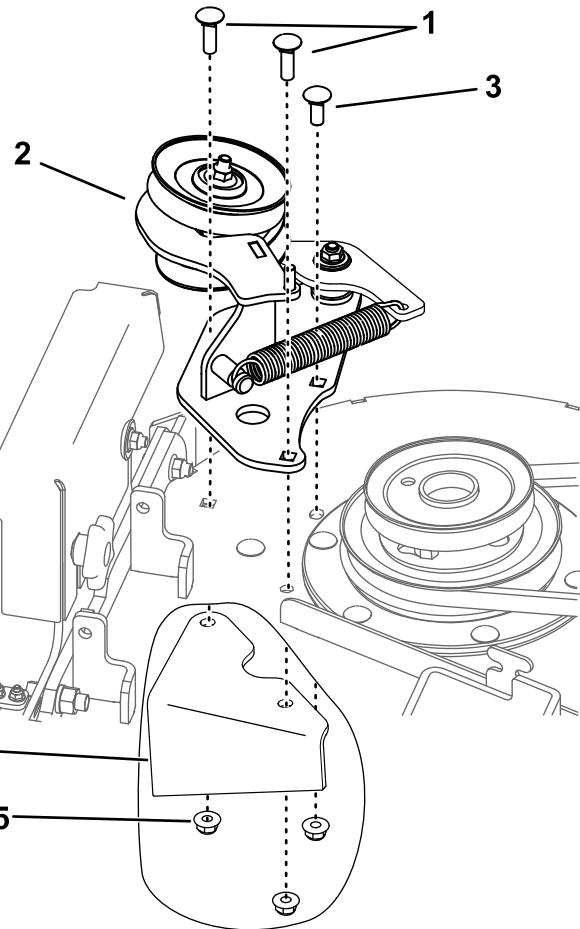

図5
3. アイドラアセンブリをデッキに取り付ける先ほど外したナット3個の他に、キャリッジボルト $\frac{3}{8} \times 1\frac{1}{4}$ "1本、キャリッジボルト $\frac{3}{8} \times 1"$ 2本を使用する図5。
10. アイドラアセンブリをデッキに取り付ける先ほど外したナット3個の他に、キャリッジボルト $\frac{3}{8} \times 1\frac{1}{4}"$ 1本、キャリッジボルト $\frac{3}{8} \times 1"$ 2本を使用する図 5。